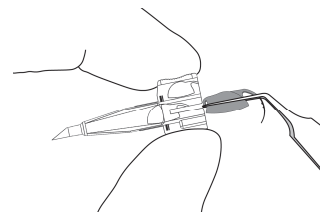
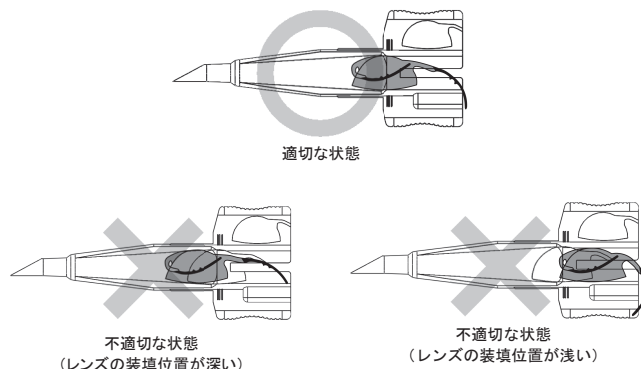

図10
図11
8. 眼内レンズの刻印が見えるようにカートリッジを持ち、刻印に従い二つ折りにしたレンズを装填する (図 10)。このとき、後方ループが進行方向と逆向きに伸びるようにして押し込み、図 11 の適切な状態が示す位置にレンズを配置する。